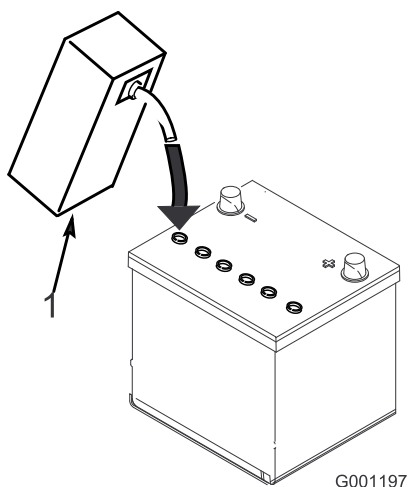

Рисунок 5
5. Осторожно заливайте электролит в каждый элемент до уровня примерно 6 мм над пластинами (Рисунок 5).